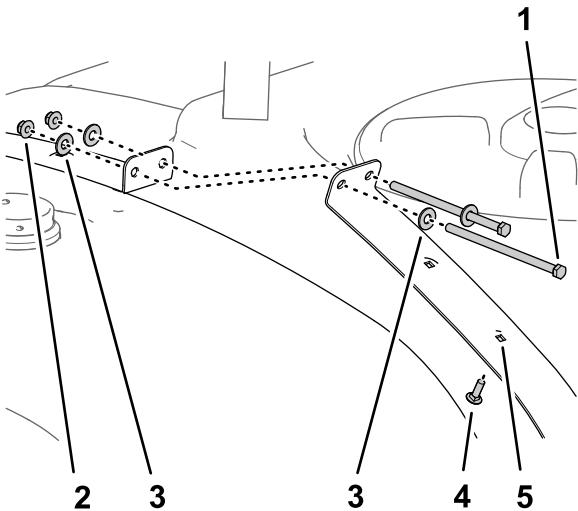

Figura 28
- Rimuovete i 2 bulloni (3/8" x 7"), le 4 rondelle (3/8") e i 2 dadi di bloccaggio (3/8") che fissano le metà della cinghia anteriore del serbatoio di irrigazione (Figura 28).
2. Inserite il bullone a testa tonda (5/16" x 1") nel secondo foro nella metà della cinghia, come illustrato nella Figura 28.
3. Montate le 2 metà della cinghia anteriore con i 2 bulloni, 4 rondelle e 2 dadi di bloccaggio che avete rimosso al passaggio **1** e serrate i bulloni e i dadi manualmente (Figura 28).